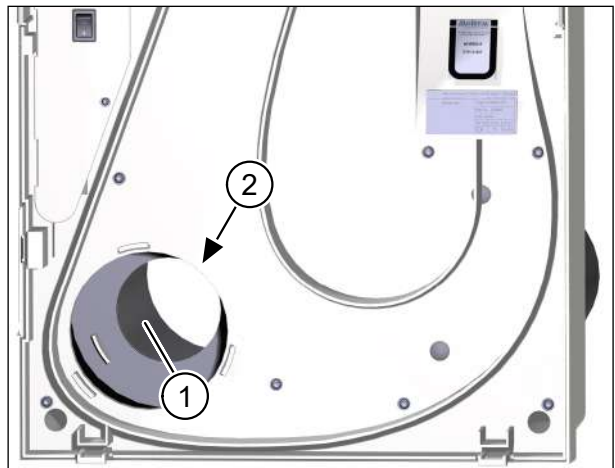

Abb. 8: Außenluftrohr auf Verunreinigungen prüfen und bei Bedarf reinigen
- ▶ Überprüfen Sie das Außenluftrohr (Pos. 1 in Abb. 8) auf Verunreinigungen.
- ▶ Achten Sie bei der Reinigung darauf, dass Sie den optionalen Temperatursensor (Pos. 2 in Abb. 8) nicht beschädigen.